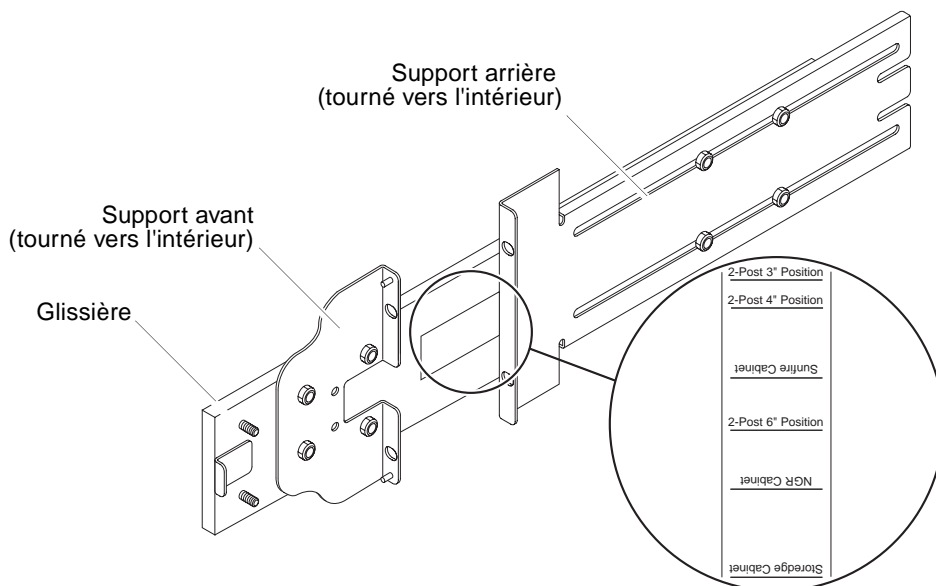

FIGURE 1-2 Rails (adaptés à une installation à deux colonnes)
Dans le cas d'une installation à deux colonnes, vous pouvez démonter et remonter les rails (FIGURE 1-2). Il est possible d'ajuster les rails pour un rack 19 pouces à 2 colonnes de profondeur comprise entre 7,5 et 15 cm.
3. Faites pivoter le support avant de 180 degrés et fixez-le de nouveau tourné vers l'intérieur (FIGURE 1-2).
5. Faites pivoter le support arrière de 180 degrés de sorte qu'il soit tourné vers l'intérieur (FIGURE 1-2).